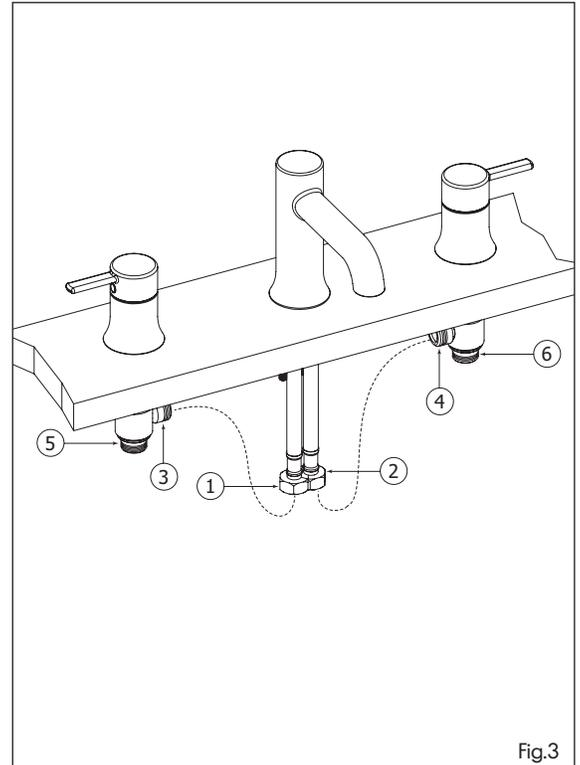

Fig.3
Connect the hot (1) and cold (2) hoses to the side valve water outlets (3) & (4) (see Fig.3).
Raccorder les boyaux d'eau chaude (1) et froide (2) aux deux sorties d'eau des valves de poignées (3) & (4) (voir Fig.3).